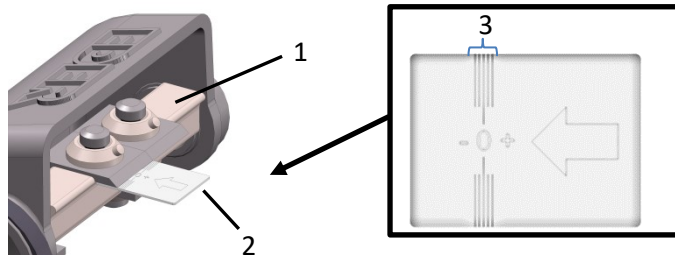

Abb. 7: Messer einstellen
- > Schieben Sie die Einstelllehre (2 – Abb. 7) in Pfeilrichtung unter das Messer bis an die Schälwalze (1 – Abb. 7) heran.
Achtung: Die Schneidkante des Messers muss sich im markierten Bereich (3 – Abb. 7) befinden.